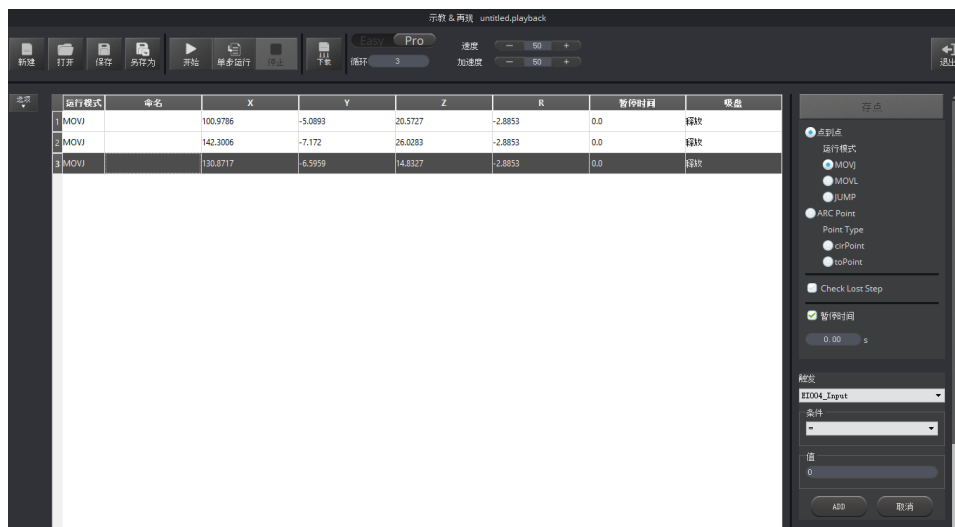

图 5.16 示教再现高级模式界面
- Pro模式：**通过单击“Easy/Pro”按钮从当前的示教再现Easy（普通）模式切换至Pro（高级）模式，如图 5.16所示。在高级模式下除了可以实现默认Easy模式下的功能，还可以执行单步运行、检查机械臂是否丢步、脱机运行和I/O复用功能。详细功能如表 5.9所示。